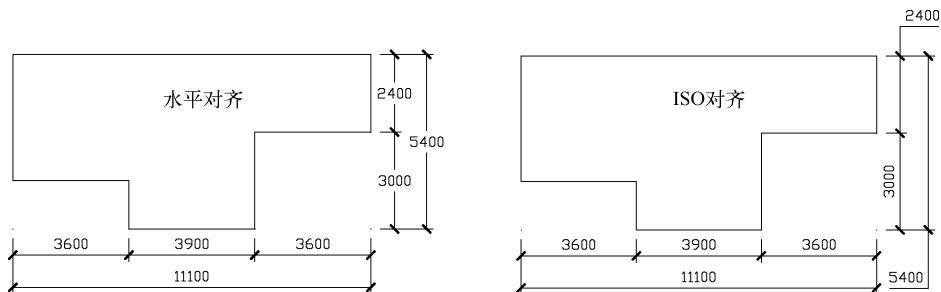

图 5-53 文字对齐
3) 在“文字对齐”选项组，用户可以选择文字与尺寸线是否对齐或保持水平状态。默认对齐方式是水平标注文字。另外还提供了 ISO 标准，当文字在尺寸界线内时，文字与尺寸线对齐；当文字在尺寸界线外时，文字水平排列，如图 5-53 所示。